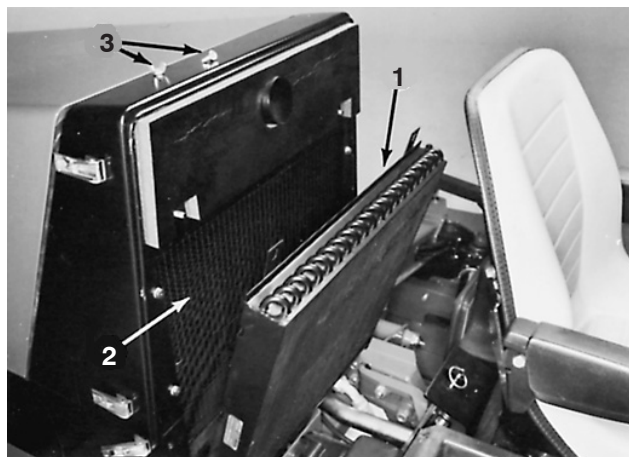

Figure 43
C. Retirez les écrous à oreilles qui fixent le haut du refroidisseur d'huile au support supérieur du radiateur. Pivotez le haut du refroidisseur d'huile pour l'éloigner du radiateur (Fig. 43).